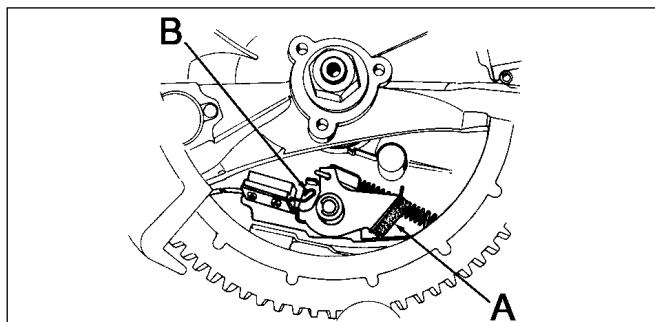

Abb. 2
- **WIEDERANLASSEN DES MOTORS** (Abb. 2). Um den Motor wiederanzulassen, muß die Bremse über die Bremsbowdenzug gelöst werden. Hierdurch löst sich der Bremsklotz **(A)** von der Schwungradinnenseite und der Zündunterbrechungskontakt **(B)** wird geöffnet. Bei elektrischen Startersystemen wird der Starter mit Spannung versorgt und der Motor angelassen. Bei Motoren ohne elektrisches Startersystem muß das Starterseil gezogen werden.